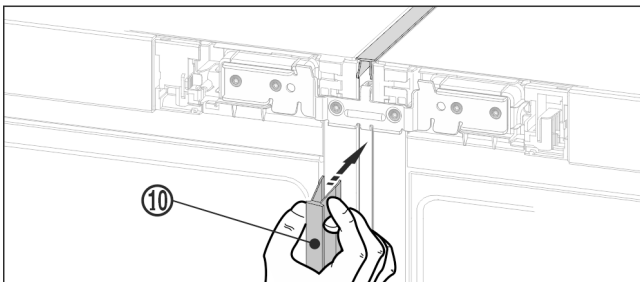

Fig. 22
- Auf der Vorderseite die lange Abdeckleiste Fig. 22 (10) in den vertikalen Spalt drücken. Darauf achten, dass die Leiste auf dem Verbindungsblech aufsteht.